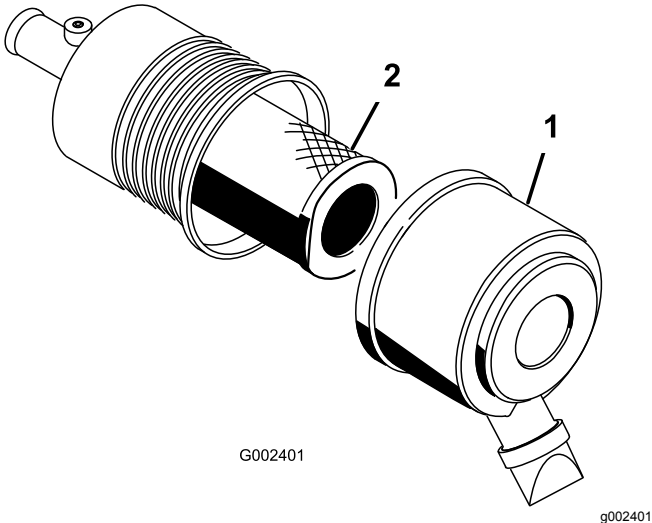

图33
1. 松开空气滤清器上的搭扣并将空气滤清器盖从其壳体中拉出 图33。
3. 将滤清器轻轻从空气滤清器壳体中滑出 图33。
5. 小心地将滤芯滑到壳体管上方 图33。
6. 安装空气滤清器盖侧面朝上用门锁固定 图33。